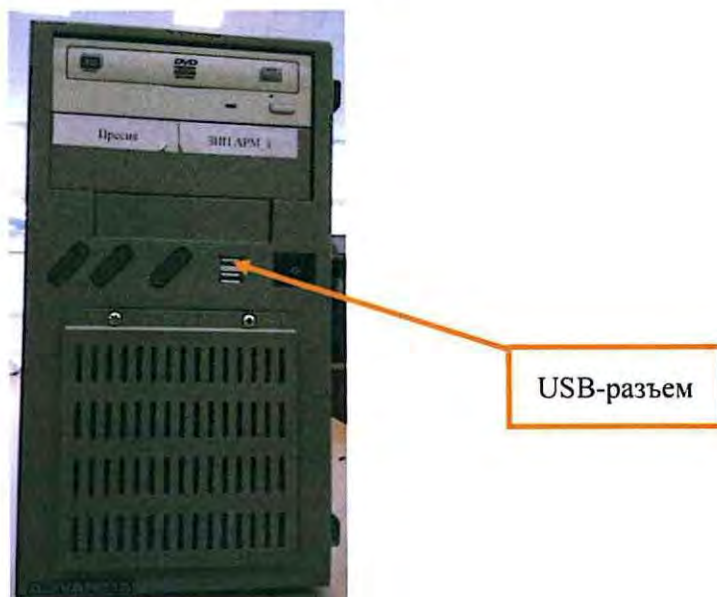

Рисунок 1. USB-разъем.
7.1.2 Вставить флэш-носитель с антивирусной программой в USB-разъем системного блока АРМ ДСП, с которого не осуществляется управление станцией (Рисунок 1).